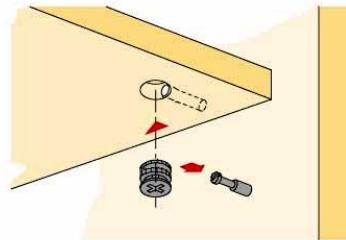

Рис.2 Схема установки эксцентрика
- Закрепить к полученной конструкции детали 12 и 13 на эксцентриковые стяжки В (см. рис. 2);